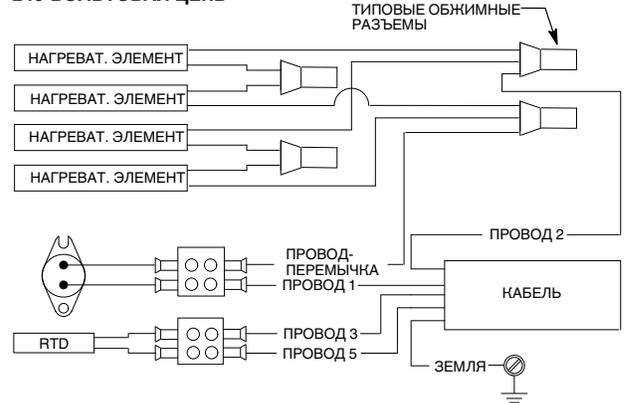

Рис. 16 Ремонт нагревателя и RTD
2. Ослабить винт (8) соединителя (9) и вынуть провода термостата.
3. Вывернуть винты (3) и снять стопорные шайбы (4) крепления термостата (5) к корпусу (7).
4. Нанести теплопроводную пасту (10) на термостат (5). Смонтировать термостат, используя стопорные шайбы (4) и винты (3). Надежно затянуть винты.
6. Вставить провода термостата в соединитель (9) и затянуть винт (8). При необходимости см. электрическую монтажную схему на рис. 16.
7. Поставить боковую крышку (1) на коробку нагревателя (6), используя винты (2). Надежно затянуть винты.
1. См. рис. 16. Вывернуть винты (14) крепления нижней крышки (1) к коробке нагревателя (12) и корпусу (3).
2. Вывернуть винты (5) крепления боковой крышки (6) к коробке нагревателя (12).
4. Аккуратно вынуть нагревательный элемент (2) из корпуса (3).
5. Нанести теплопроводную пасту (15) на нагревательный элемент. Вставить нагревательный элемент в корпус (3). Проложить провода нагревателя через корпус (3) и коробку нагревателя (12), как показано на рисунке.
6. Зачистить изоляцию на каждом из обрезанных проводов. Обжать новый наконечник на каждом проводе. При необходимости см. электрическую монтажную схему на рис. 16.
7. Поставить боковую крышку (6) на коробку нагревателя (12), используя винты (5). Надежно затянуть винты.
8. Поставить нижнюю крышку (1) на корпус (3) и коробку нагревателя (12), используя винты (14). Надежно затянуть винты.
3. Ослабить винты (7) соединителя (8) и вынуть провода RTD.
4. Аккуратно вынуть RTD (13) из корпуса (3).
5. Нанести теплопроводную пасту (15) на RTD (13). Вставить RTD в корпус (3). Проложить провода RTD через корпус (3) и коробку нагревателя (12), как показано на рисунке.
7. Вставить провода RTD в соединитель (8). Затянуть винт (7).
9. Поставить боковую крышку (6) на коробку нагревателя (12), используя винты (5). Надежно затянуть винты.